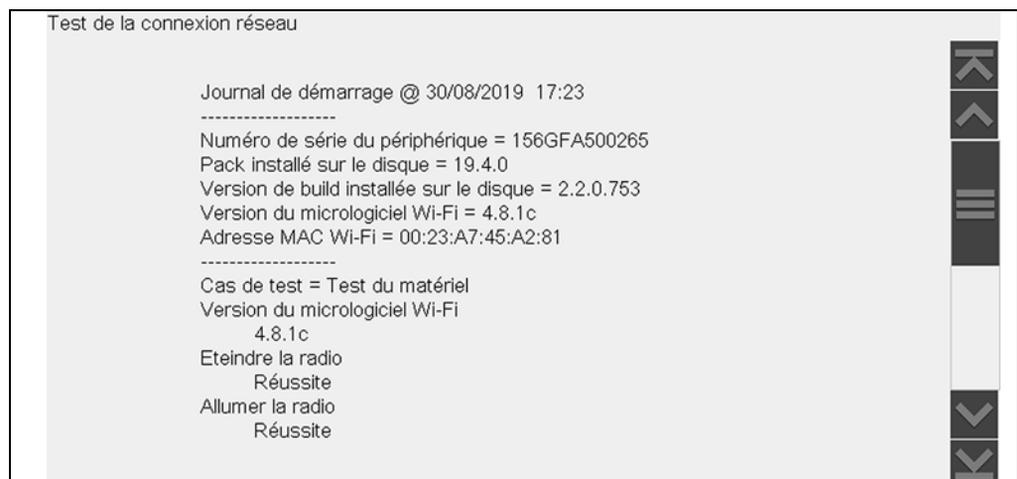

Figure 13-5 Afficher le résumé
4. En présence d'un ou de plusieurs problèmes de connexion, sélectionnez Afficher le résumé pour afficher les résultats. Les informations du résumé sont utiles si vous rencontrez des problèmes avec votre connexion (Figure 13-5). Faites défiler les informations du résumé pour afficher les résultats du test pour chaque système et des conseils concernant le problème de connexion en cours. Reportez-vous au tableau Tests de connexion - Résolution des problèmes dans « Résolution des problèmes Wi-Fi et messages d'état » à la page 121 pour plus d'informations.